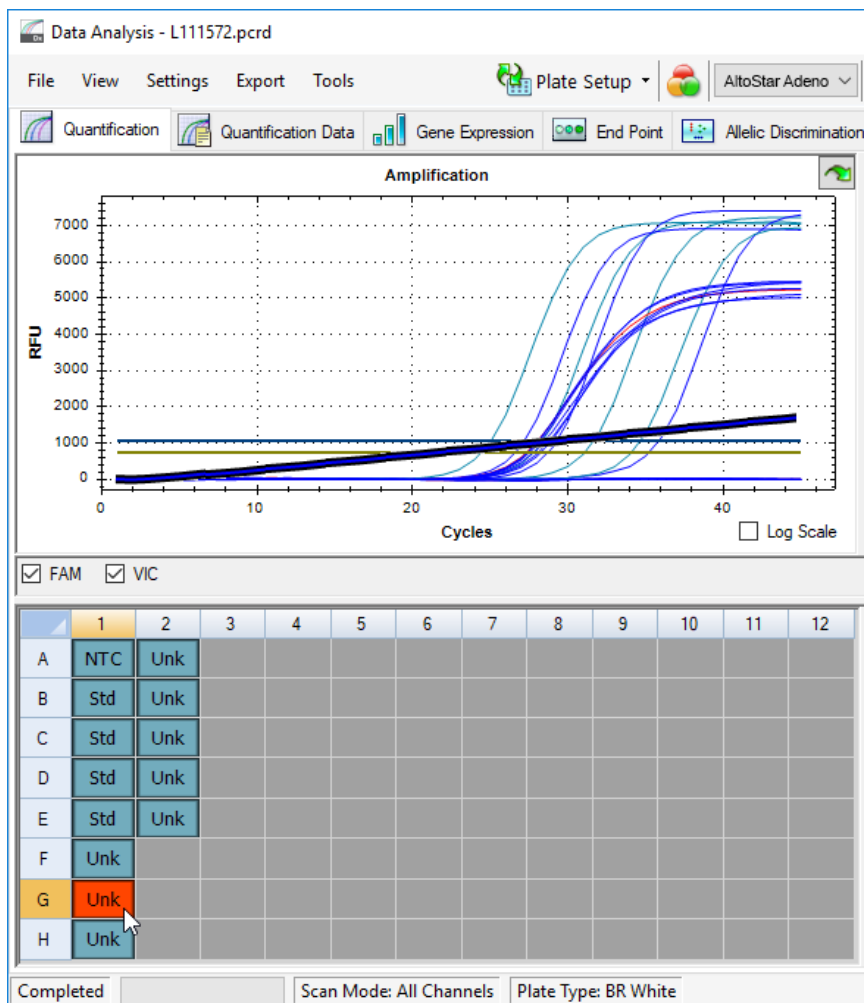

Figura 6: Finestra Data Analysis (Analisi dei dati): segnale PCR irregolare
2. Identificare i pozzetti con segnali PCR irregolari (aumento del segnale lineare, picchi anomali, ecc.) in uno qualsiasi dei canali di rilevamento FAM™ (Adenovirus target) e VIC™ (IC) (vedere figura 6).